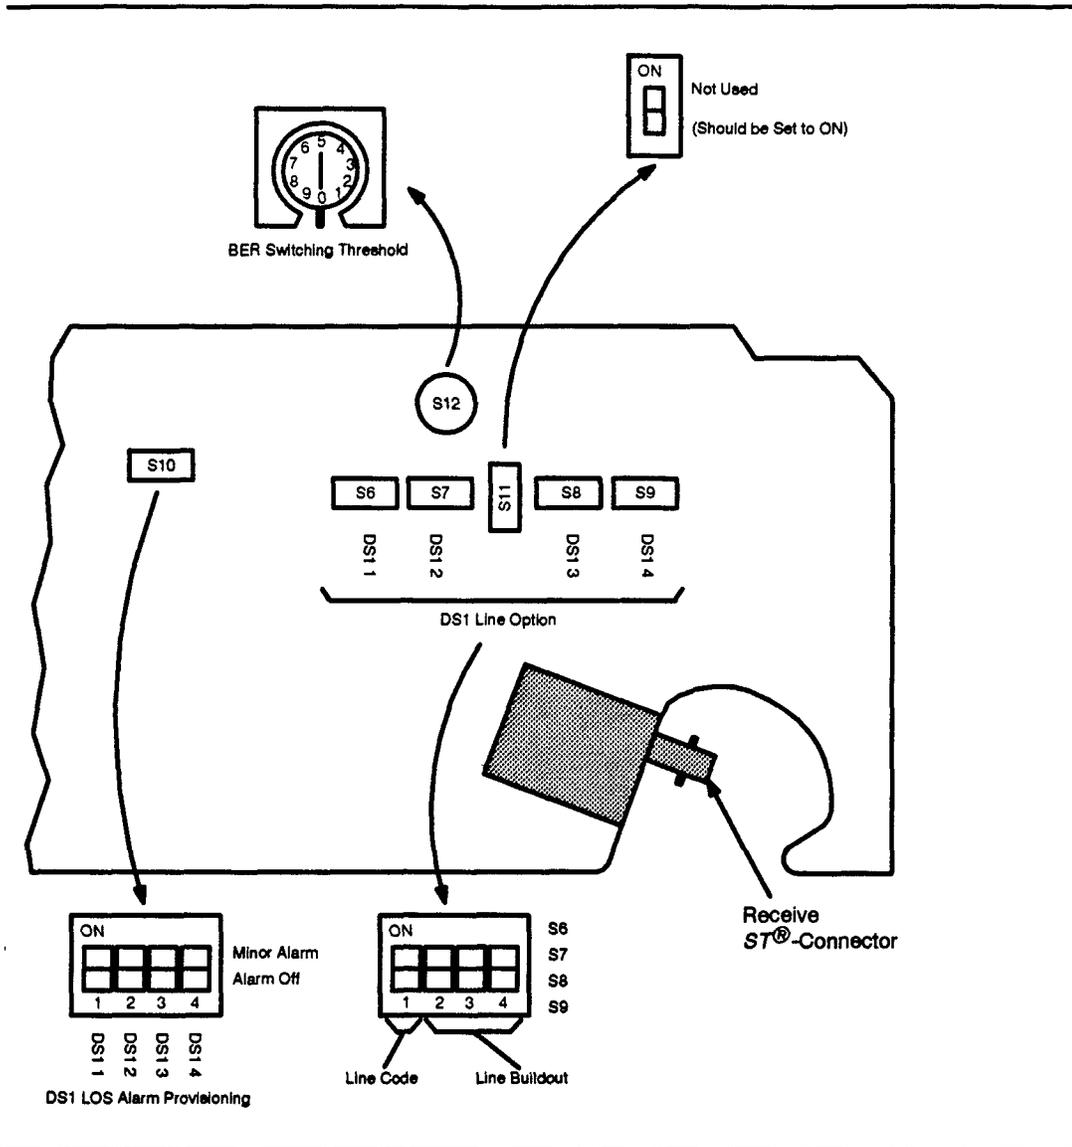

Figure 1 OLIU Option Switches
Switch S10 provisions the DS1 LOS indication. S10-1, S10-2, S10-3, and S10-4 control DS1 LOS indication provisioning for DS1 1, DS1 2, DS1 3, and DS1 4, respectively. See Figure 1.
7. Switch S12 provisions the BER threshold. Refer to Table 4 and set the BER threshold. See Figure 1.